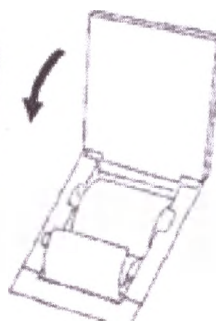

Рисунок 5-5
- 6) Поместите передний конец рулона бумаги непосредственно на выходе для бумаги и закройте крышку отсека для бумаги (Рисунок 5-5).